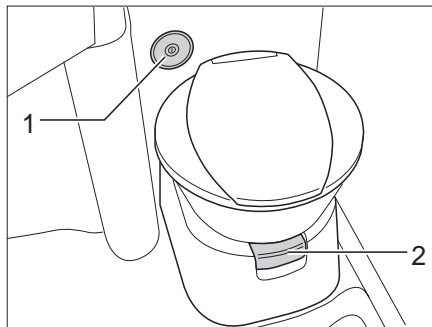
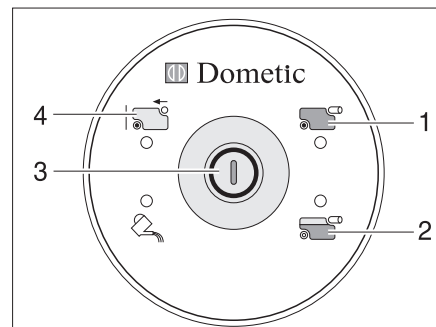

Bild 258 Toalettskål med kontrollenhet
Bild 259 Kontrollenhet toalett
Före användning av toaletten ska lite vatten hällas i toalettskålen. Tryck på spolknappen (Bild 259,3) på kontrollenheten (Bild 258,2).
- Öppna spjället på toaletten före spolning. Dra ut spjällspaken (Bild 258,1).
- För att spola, tryck på spolknappen (Bild 259,3).
Kontrolllampan (Bild 259,2) tänds när latrintanken är fylld till 3/4.
Kontrolllampan (Bild 259,1) lyser när latrintanken måste tömmas.
- Öppna spjället. Dra ut spjällspaken (Bild 258,1).
- Tryck in spjällspaken (Bild 258,1). Spjället stängs. För att kunna tömma toaletten **måste** spjället vara stängt på toaletten.
- Ta ut latrintanken och töm den enligt beskrivningen i avsnitt 12.8.4 och 12.8.5. På kontrollenheten lyser indikeringen "Ta ur latrintanken" (Bild 259,4).